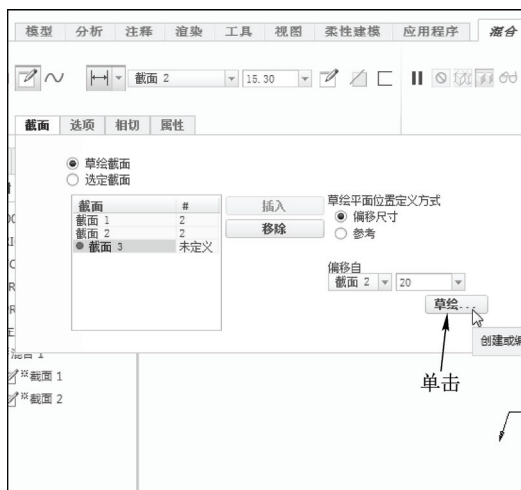

图 6-63 单击“草绘”按钮二
STEP 07 新建一个“截面 3”, 在“输入偏移值”文本框中输入“20”, 单击“草绘”按钮, 如图 6-63 所示。